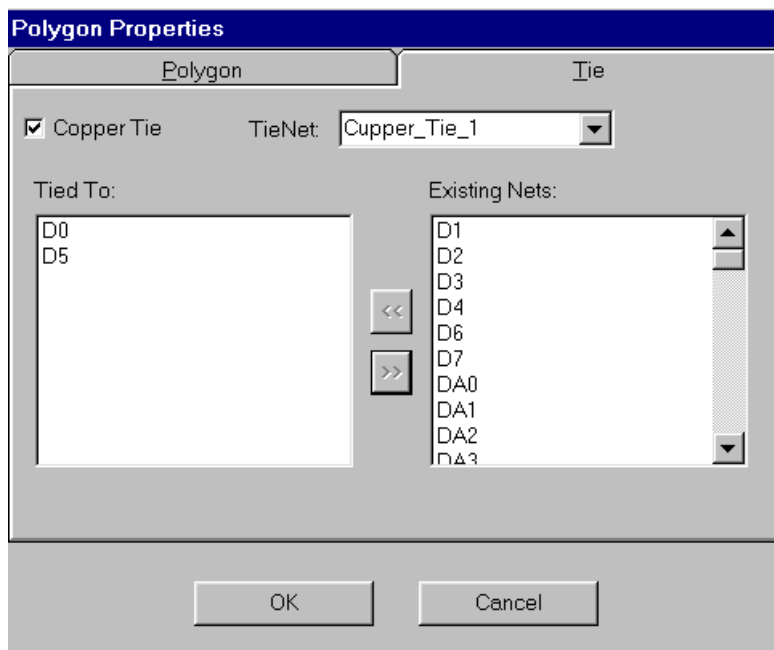

Рис. 9-55. Создание медной связи
3) На панели **Polygon Properties** (рис. 9-55) выбрать закладку *Tie* (связь).
5) В поле *TieNet* набрать имя для медной связи. Для примера на рис. 9-55 задано имя **Copper\_Tie\_1**.